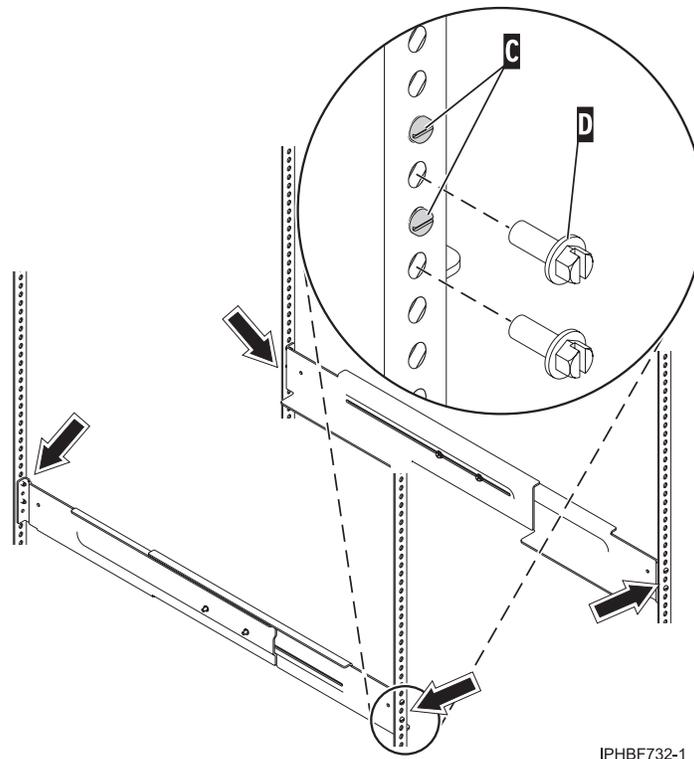

Figure 91. Fixation des glissières
7. A l'aide de deux vis M5 (D), fixez la glissière de droite à l'avant de l'armoire.
8. Placez-vous à l'arrière de l'armoire et fixez la glissière de gauche à l'arrière de l'armoire à l'aide des deux vis M5 (D).
9. Fixez la glissière de droite à l'arrière de l'armoire en utilisant les deux vis M5 (D).
10. Serrez les deux vis sur la partie médiane de la glissière gauche et de la glissière droite. Pour plus d'informations, voir la figure 91.